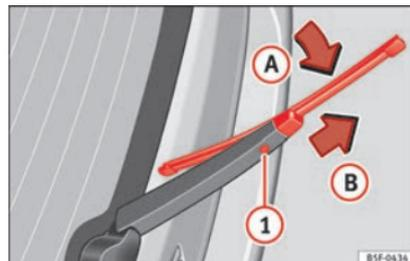

Abb. 142 Scheibenwischerblatt der Heckscheibe austauschen.
- Scheibenwischerarm anheben und um einen Winkel von etwa 60° wegklappen » **Abb. 142**.
- Entriegelungstaste ❶ gedrückt halten.
- Scheibenwischerblatt in Richtung Scheibenwischerarm » **Abb. 142** (Pfeil **A**) kippen und gleichzeitig in Pfeilrichtung **B** abziehen. Dazu kann ein erhöhter Kraftaufwand notwendig sein.